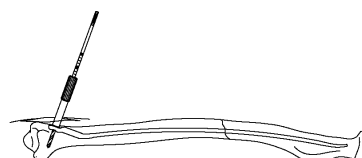

図 21
- * 7) スクリューホールに 2.0 ドリルスリーブ (A) を接続し、2.0 ドリルでドリリングします。ドリリング時にドリルの目盛で刺入深さを確認できます。ドリル先が掌側を貫通しないようイメージ下で慎重にドリリングして下さい。(図 21)